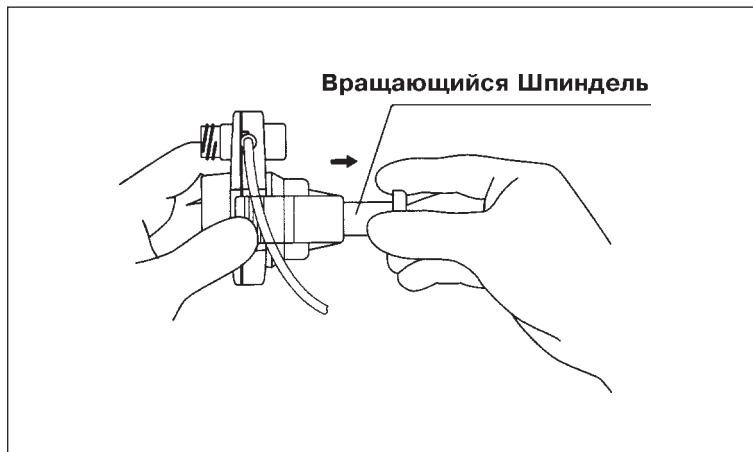

Рис. 6.10
1. Выдвиньте до упора Вращающийся Шпиндель (См. рис. 6.10)